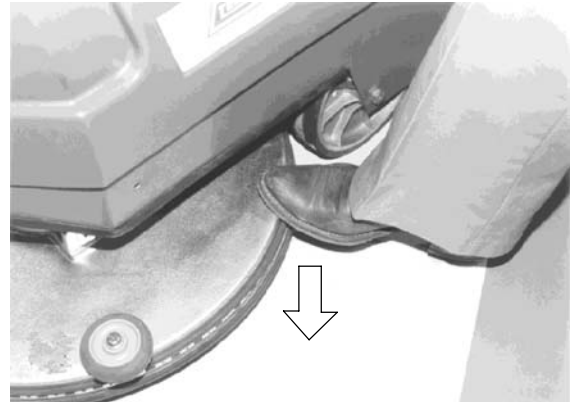

FIG. 2
2. Empuje con el pie el lado delantero derecho de la cubierta de la almohadilla. El cabezal se elevará hasta la posición de montaje de la almohadilla (Figure 2).